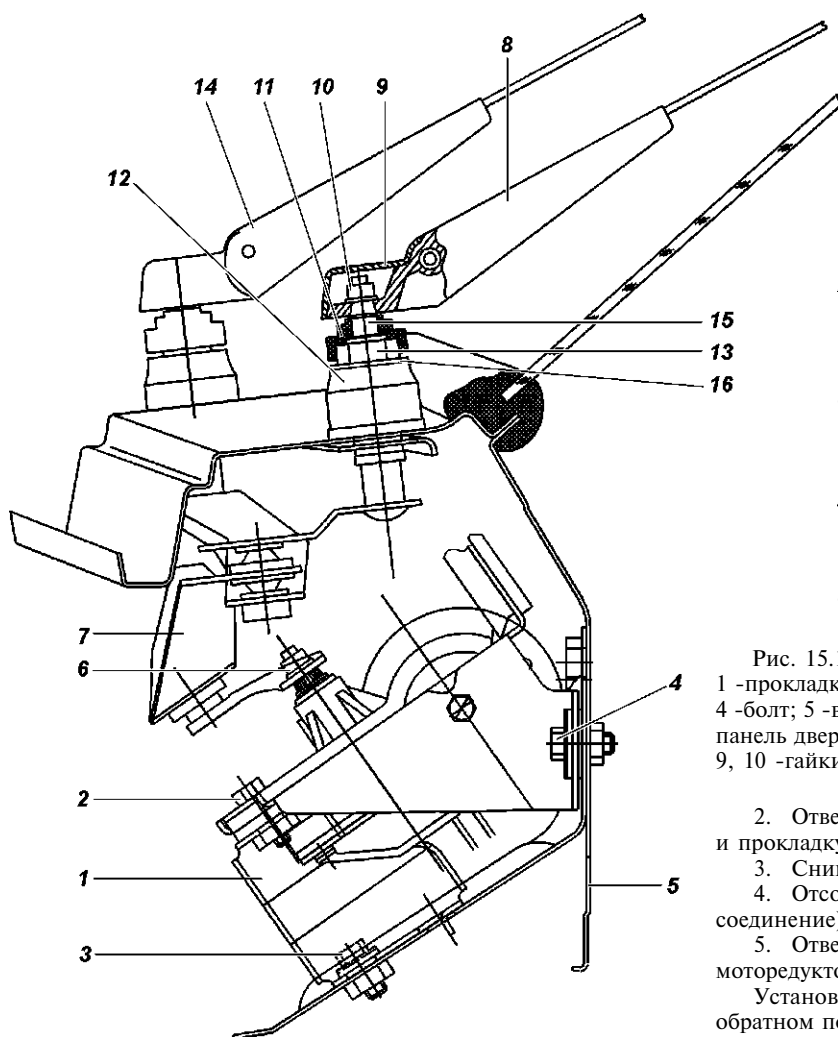

Рис. 15.17. Стеклоочиститель ветрового окна:
2. Поднимите защитные колпачки 9 (рис. 15.17) рычагов 8 и 14 стеклоочистителей и отверните гайки 10.